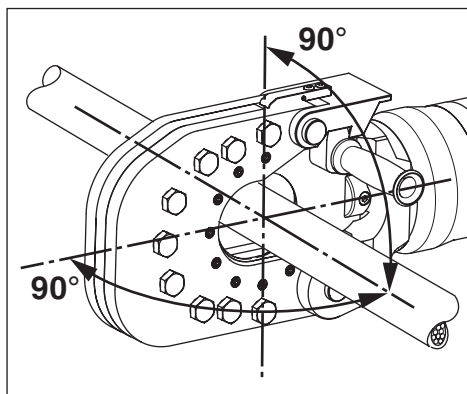

Figura 9, colocação do material no cabeçote de corte
Coloque o material a ser cortado entre as lâminas do cortador, de forma que esteja perpendicular ao eixo do pistão, conforme apresentado na Figura 9. Isto fornecerá a melhor qualidade de corte ao colocar a menor quantidade de carga no cortador.
5. Certifique-se de que o material é colocado perpendicularmente no eixo do pistão, conforme apresentado na Figura 9. Consulte as instruções na Seção 8.5 para informações adicionais.